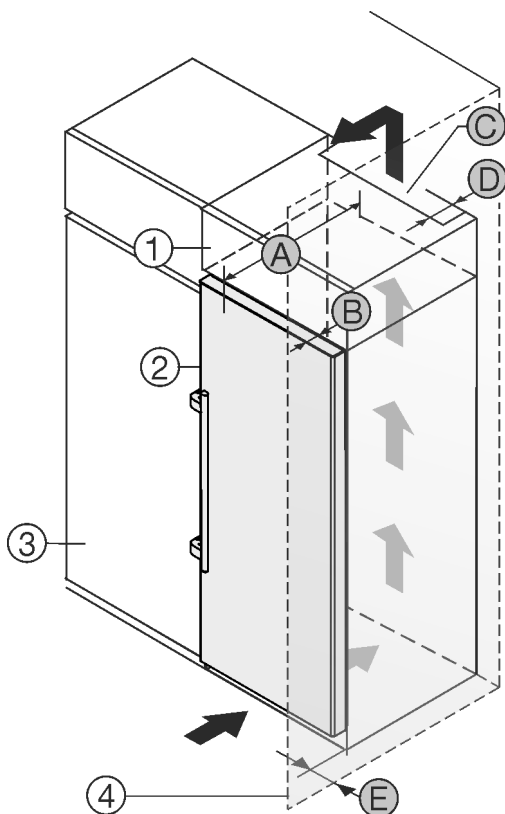

Fig. 2
Můžete přístroj nainstalovat přímo vedle kuchyňské skříňky Fig. 2 (3).*
Na zadní straně nástavné skříňky musí být větrací šachta hluboká Fig. 2 (D) přes celou šířku nástavné skříňky.*
Pod stropem místnosti musí být dodržen ventilační průřez Fig. 2 (C).*
Když přístroj instalujete závěsy vedle stěny Fig. 2 (4), musí být vzdálenost mezi přístrojem a stěnou minimálně 57 mm . To odpovídá přesahu madla při otevřených dvířkách.*
Aby bylo možné dvířka plně otevřít, musí přístroj přesahovat o hloubku dvířek Fig. 2 (B) vůči přední linii kuchyňské skříňky. V závislosti na hloubce kuchyňských skříněk Fig. 2 (3) a použití vymezovačů odstupu od stěny může přístroj vyčnívat dále.*